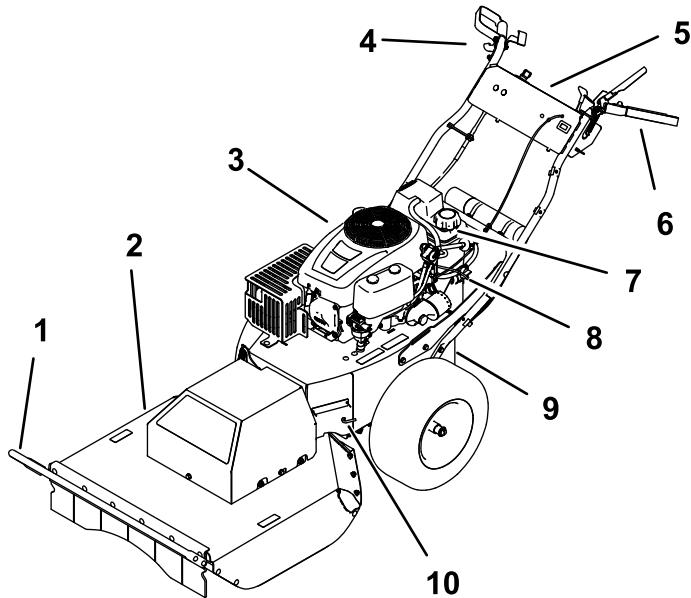
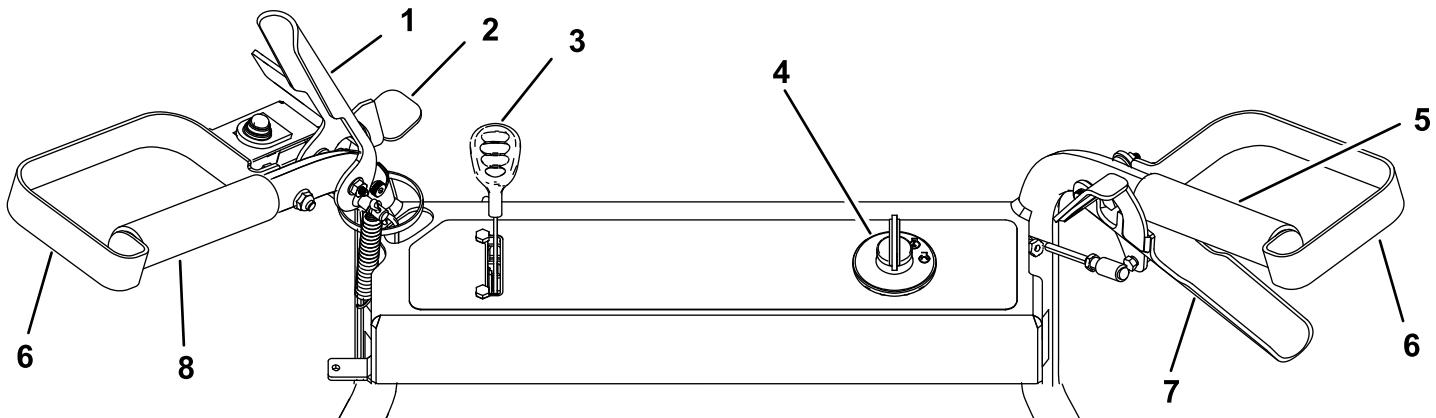

Figura 6
Figura 7
Familiarícese con todos los controles (Figura 6 y Figura 7) antes de arrancar el motor y trabajar con la máquina.
3. Limpie alrededor del tapón de combustible y retírelo (Figura 6).